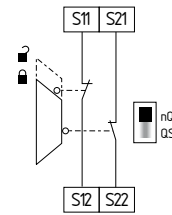

Fig. 12
**Circuito de monitorización de un resguardo de seguridad de dos canales con dispositivo de seguridad con enclavamiento según EN ISO 14119 (véase fig. 12)**